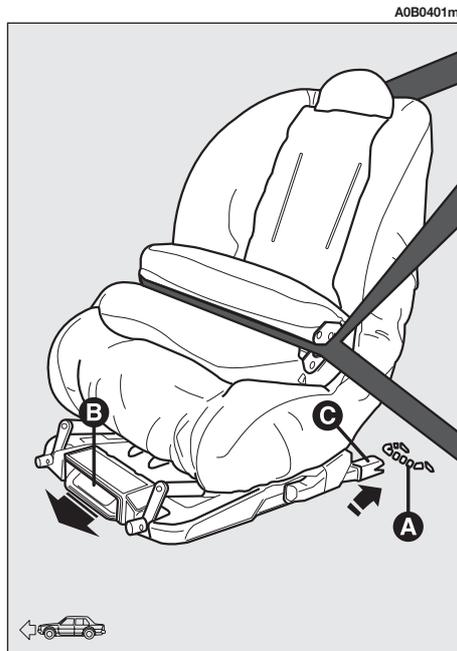

fig. 58
- assicurarsi che la leva di sgancio (**B-fig. 58**) sia in posizione di riposo (rientrata)